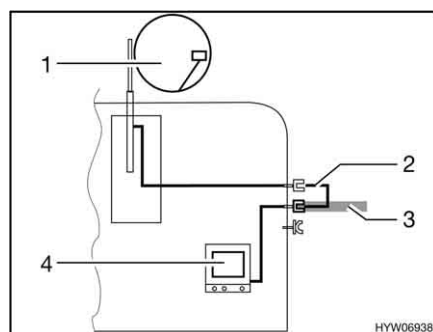

Fig. 153 TV en el vehículo
- TV en el vehículo (Fig. 153,4): Conexión a la antena del techo (Fig. 153,1) con el cable de conexión (Fig. 153,2)
- TV en el vehículo (Fig. 153,4): Conexión a antena externa (Fig. 153,3)